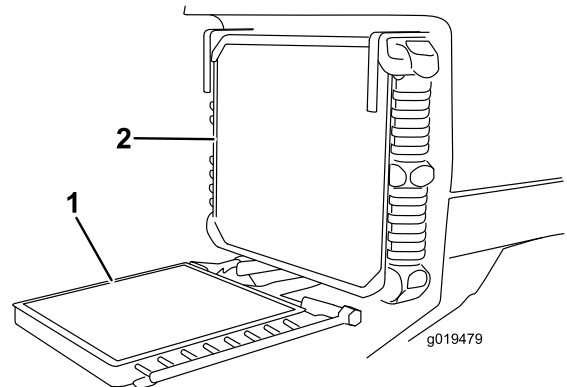

Figura 67
7. Desenrosque los mandos y gire hacia atrás el enfriador de aceite (Figura 67).